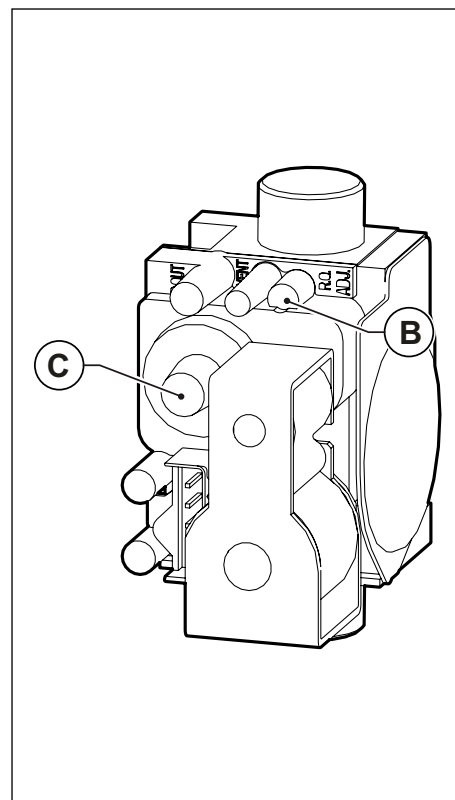

Fig. 40 Regulación valor anhídrido carbónico
- Regular el valor del anhídrido carbónico (CO₂) en los humos girando el regulador de relación **B** (ver Fig. 40 Regulación valor anhídrido carbónico) y asegurarse de que no supere los límites de la Tab. 21 Valores de CO₂ en los humos. Dejar la caldera en modalidad deshollinado y continuar en el paso siguiente de ajuste a la potencia mínima.
- Regular el valor del anhídrido carbónico (CO₂) en los humos girando el regulador de offset **C** (ver Fig. 40 Regulación valor anhídrido carbónico) y asegurarse de que no supere los límites de la Tab. 21 Valores de CO₂ en los humos.